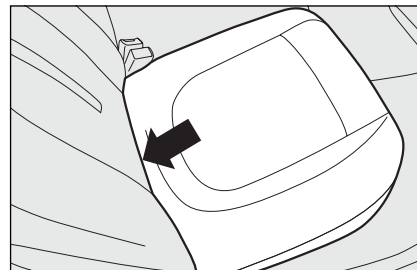

fig. 88
- klap de gewenste zitting naar voren **fig. 88** bij het door de pijl aangegeven punt;